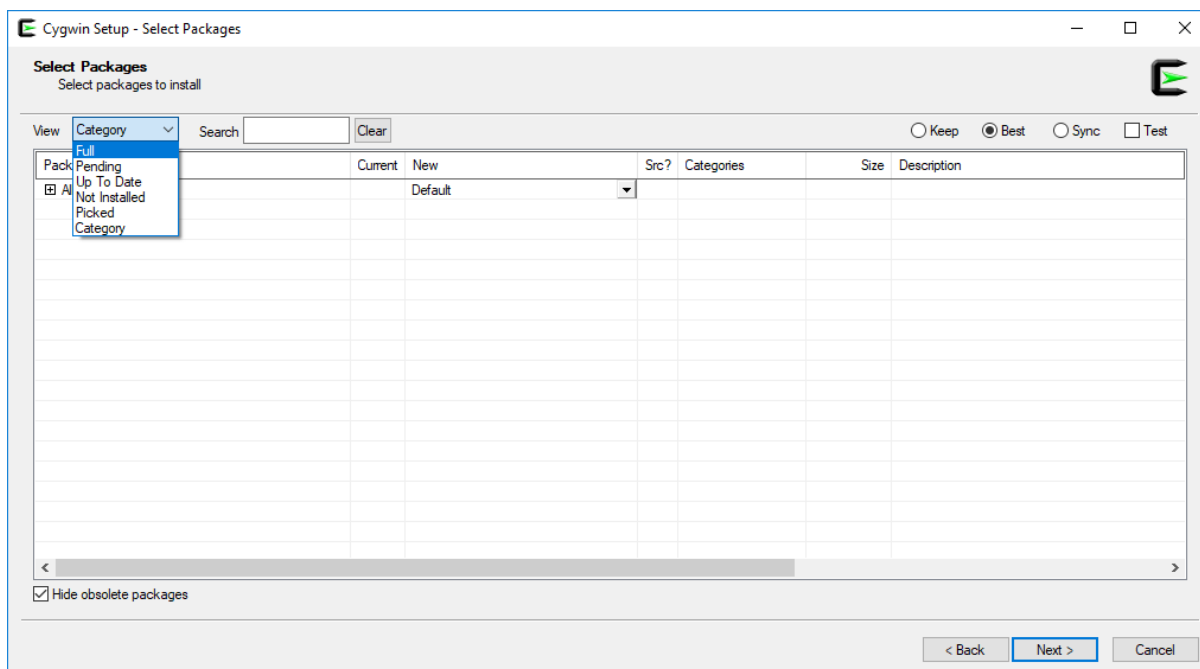

图104. “Select Packages”（选择软件包）窗口
3. 几个步骤后，将进入“**Select Packages**”（选择软件包）窗口（图104）。选择“**Full**”（完整）视图，如图104所示。